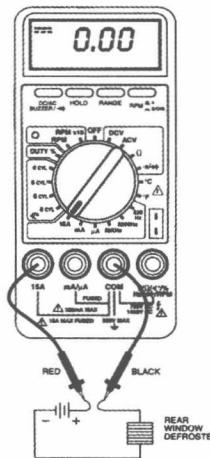

图 1-1-11 测量直流电流
- (3) 根据图 1-1-11 所示,简述使用数字式万用表测量直流电流挡的操作步骤。